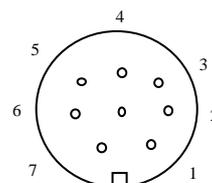

图 4-6
6、COM 插座：此插座为一八针插座各插针位置见图 4-6。COM 插座主要功能是提供通信端口，根据选择的接口电平不同各端子定义不同，各端定义如下表：